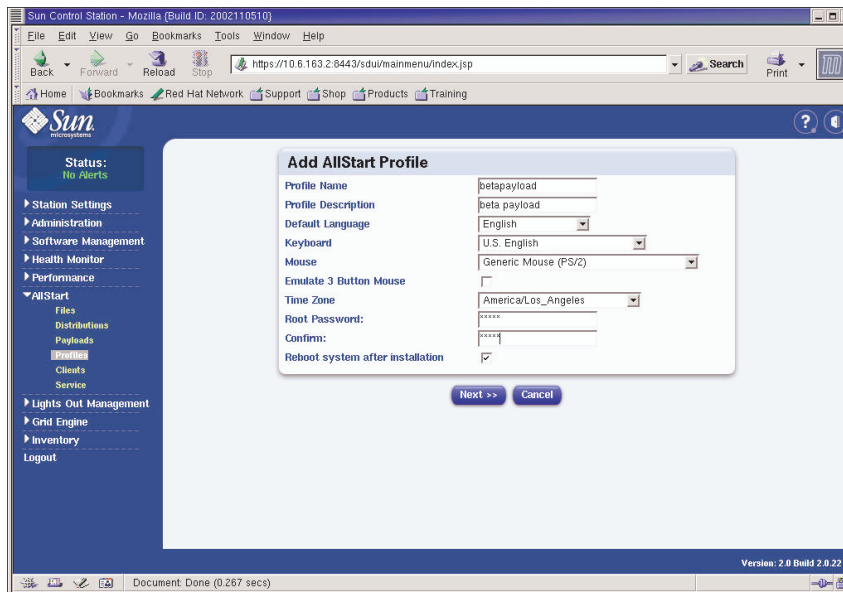

FIGURA 2-9 Finestra Add AllStart Profile
- a. Nella finestra Add AllStart Profile, selezionare le impostazioni appropriate per il sito di installazione (per un esempio, vedere la FIGURA 2-9). Al termine, fare clic su **Next**.